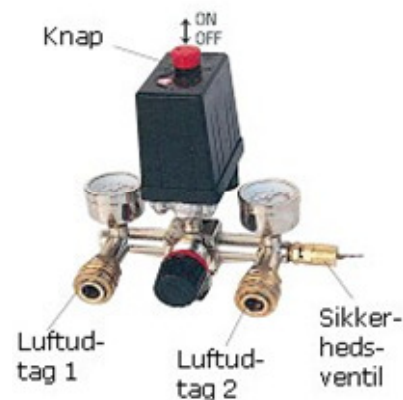

Fig.2
- 5) Åbn luftudtaget, stil knappen på automatikken i positionen "on" (Fig.2), lad kompressoren køre i 10 minutter uden belastning, for at sikrer, smøring af de bevægelige dele, inden ibrugtagning.